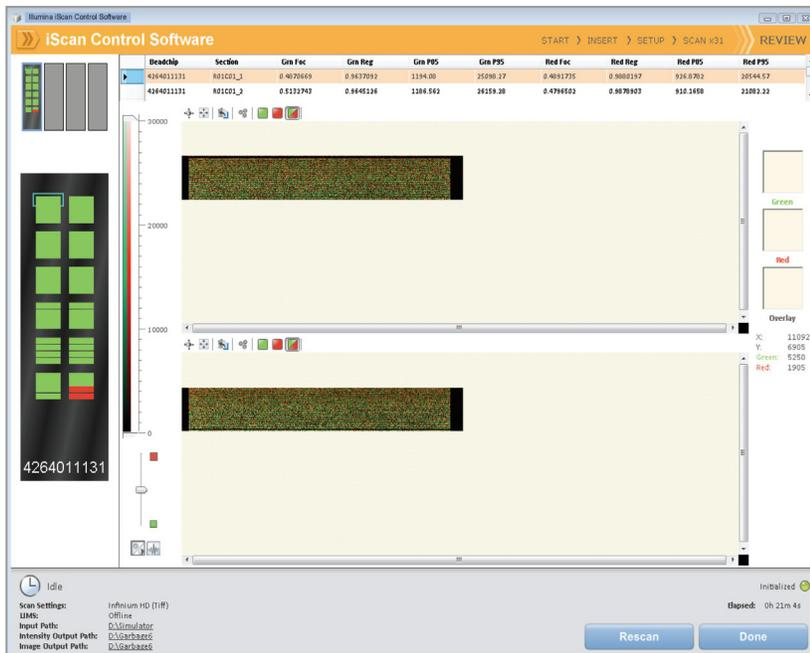

Рис. 84 Окно Review (Просмотр) с дорожками, отсканированными с ошибками
11. После окончания сканирования откроется окно Review (Просмотр) (Рис. 84). Таблица Scan Metrics (Показатели сканирования) в верхней части содержит значения интенсивности, регистрации и фокуса для каждой дорожки чипа BeadChip.